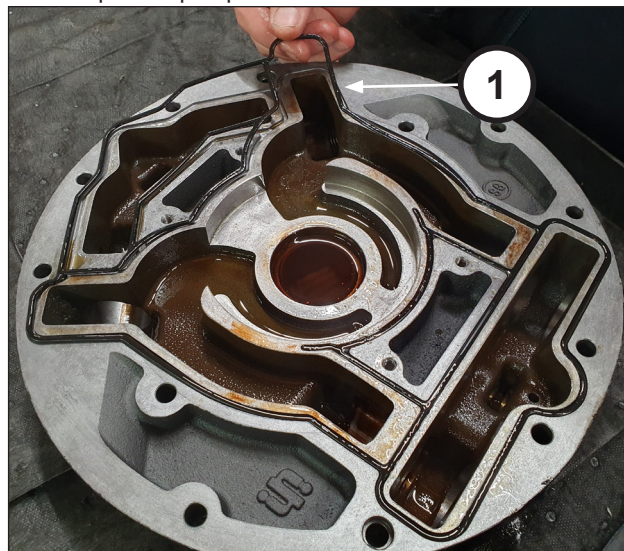

Fig. 92
Installer le joint torique profilé (rep. ①, Fig. 92) dans son siège sur le corps de la pompe à huile.